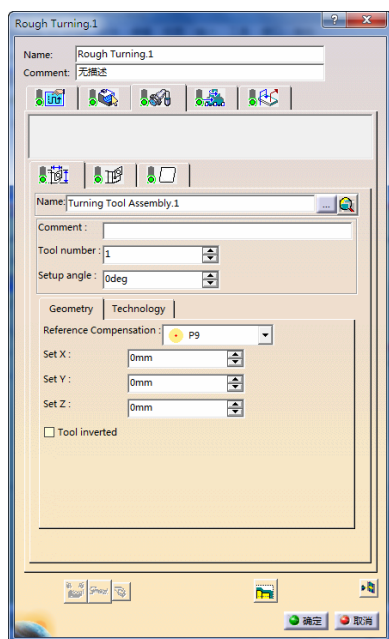

图 6-112 刀具参数选项卡（6）
- 单击“Rough Turning.1”对话框中的，切换到刀具参数选项卡（6），在“Name”文本框中输入“Turning Tool Assembly.1”，如图 6-112 所示。